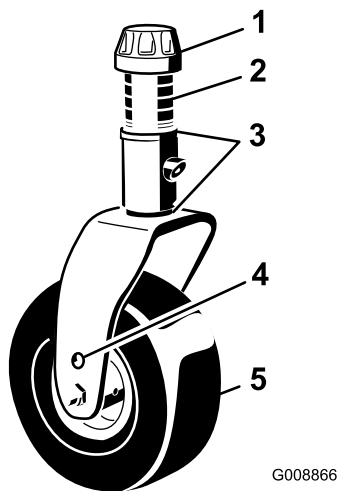

Figure 15
3. Enlevez le chapeau de tension de l'axe de pivot (Figure 15) et sortez l'axe du bras pivotant. Remplacez les 2 cales sur l'axe de pivot dans leur position d'origine. Elles sont requises pour que les plateaux de coupe soient parfaitement de niveau sur toute la largeur. Placez le nombre requis d'entretoises de 13 mm (voir le tableau ci-dessous) sur l'axe de pivot pour obtenir la hauteur de coupe voulue, puis ajoutez la rondelle.